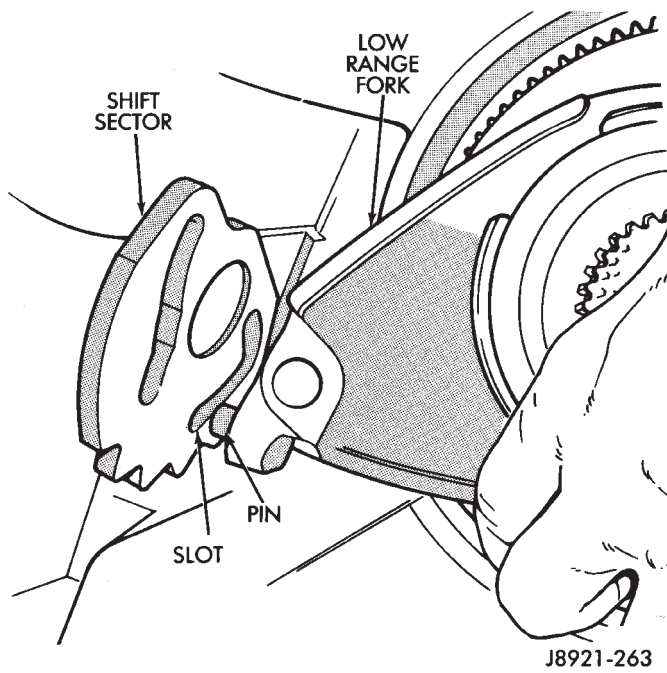

Fig. 36 Shift Sector Position
- (15) Remove shift sector (Fig. 36).